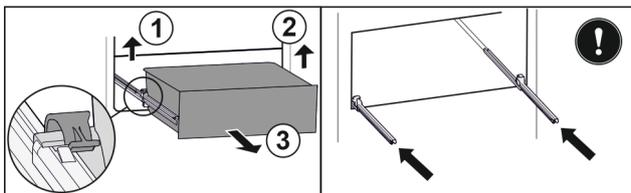

Fig. 121
- ▶ Linke Klemme anheben und gleichzeitig Schubfach links nach vorne ziehen. Fig. 121 (1)
- ▶ Rechte Klemme anheben und gleichzeitig Schubfach rechts nach vorne ziehen. Fig. 121 (2)
- ▶ Schubfach nach vorne entnehmen. Fig. 121 (3)